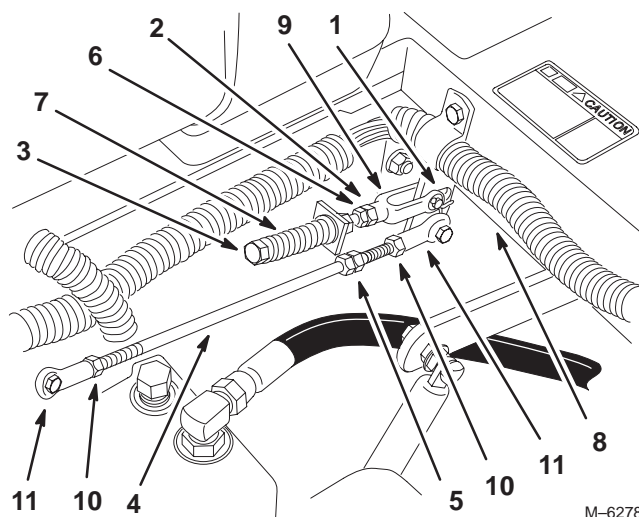

Figure 49
3. Placez le levier au point mort, **sans le verrouiller** (Fig. 49).
4. Tirez-le ensuite en arrière jusqu'à ce que l'axe de chape (situé sur le bras au-dessous de l'axe de pivot) touche l'extrémité de la fente (c.-à-d. commence juste à appuyer sur le ressort) (Fig. 49).
6. Si un réglage s'impose, desserrez l'écrou et l'écrou de blocage (Fig. 49).
8. Serrez l'écrou et l'écrou de blocage (Fig. 49).
1. Desserrez les contre-écrous sur les rotules de la tige de commande de la pompe (Fig. 49).
3. Réglez la longueur de la tige de pompe en tournant les doubles écrous dans le sens voulu, jusqu'à ce que la roue soit immobilisée ou tourne légèrement en marche arrière (Fig. 49).
- Serrez les contre-écrous contre les rotules (Fig. 49).